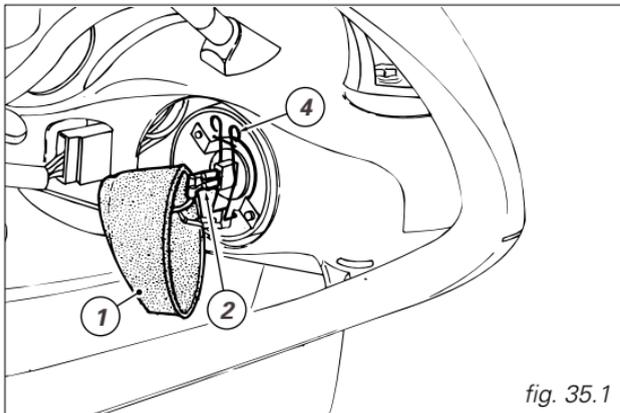

fig. 35.1
**lampada anabbagliante** (fig. 35.1): scollegare dal corpo proiettore la cuffia in gomma (1). Sfilare la spinetta (2) dalla lampada premendo il bottone di sgancio rapido inferiore.
*Sganciare la molletta (4) di tenuta della lampada e rimuoverla dal supporto (fig. 35.1 e 35.2).*